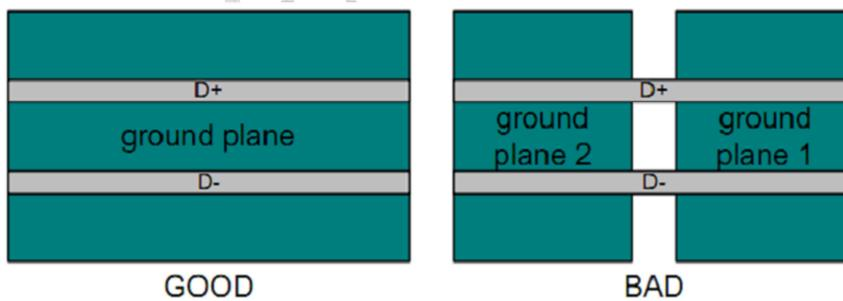

图 3-35 参考平面必须完整
- USB建议在表层走线，并保证走线参考面是一个连续完整的参考面，不被分割，如图3-35；